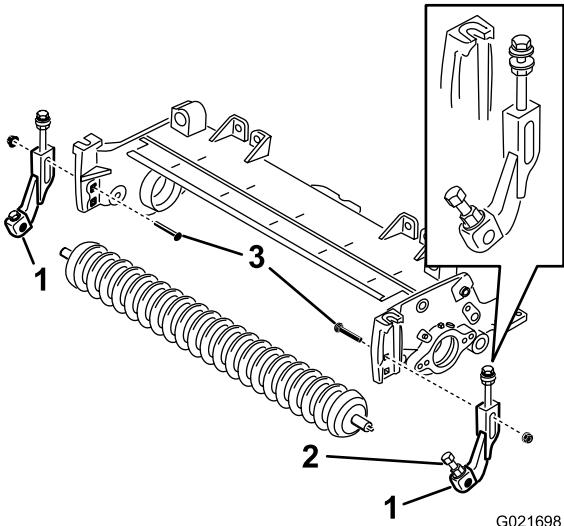

Bild 6
11. Befestigen Sie die neuen rechten und linken Schnitthöhenhalterungen lose mit neuen Schrauben (5/16" x 1-1/8") und Bundmuttern (5/16") an der vorhandenen Frontrolle. Positionieren Sie die Schnitthöhenhalterungen, wie in Bild 6 dargestellt.
12. Montieren Sie die Schnithöhenhalterungen lose mit den vorher entfernten Schlossschrauben und zwei neuen Bundmuttern (3/8") im oberen rechteckigen Loch in jeder Seitenplatte des Mähwerks. Positionieren Sie sie so, wie in Bild 6 abgebildet.
14. Zentrieren Sie die Rolle zwischen den Schnithöhenhalterungen und arretieren Sie sie mit den Schrauben und Sicherungsmuttern an den Halterungen (Bild 6).